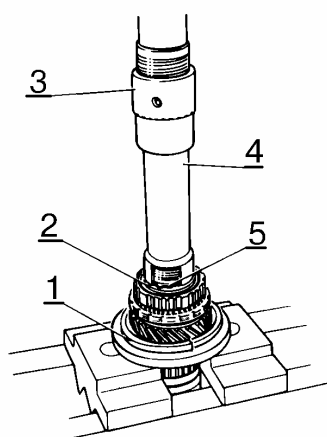

Рис.30. Снятие с вторичного вала стопорного кольца:
- установить вал с приспособлением 1, рис.30, на стол пресса и, сжав оправкой 4 пружинную шайбу 2, снять стопорное кольцо 5 (щипцы, оправка 41.7816-4069, пресс типа 2135-1М ГАРО, приспособление А.45008);